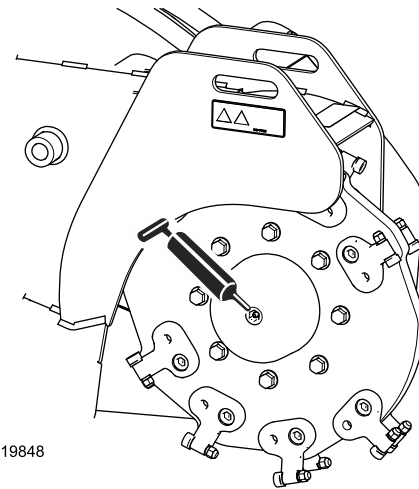

Figura 26
4. Collegate un ingrassatore a pressione a ciascun raccordo (da Figura 26 a Figura 28).